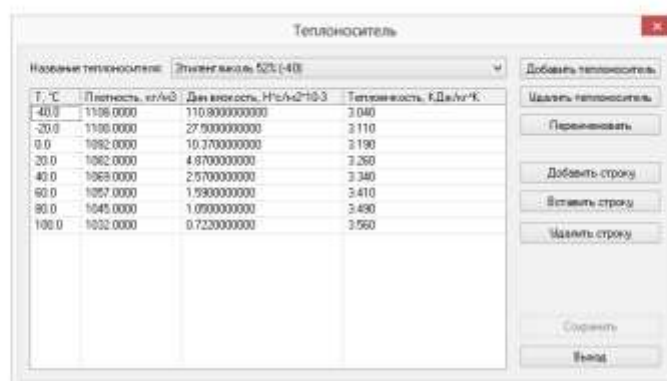

Рисунок 20.23. Пример добавления теплоносителя
3. В появившейся таблице ввести температуру, плотность, динамическую вязкость и теплоёмкость теплоносителя, как показано на Рисунок 20.23, «Пример добавления теплоносителя». Для добавления новой строки использовать кнопку Добавить строку;